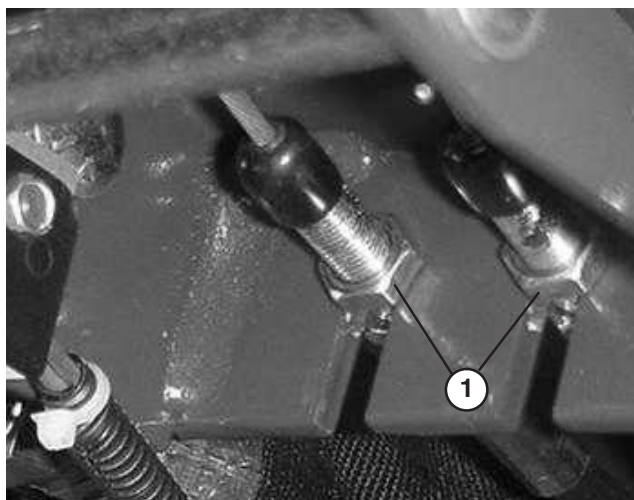

Figure 68
1. Pour réduire la garde aux pédales de freins directionnels (c.-à-d. pour serrer les freins), desserrez l'écrou avant sur l'extrémité filetée du câble de frein (Fig. 68). Serrez ensuite l'écrou arrière pour déplacer le câble en arrière jusqu'à obtention d'une garde de 13 à 25 mm. Resserrez les écrous avant lorsque les freins sont réglés correctement.